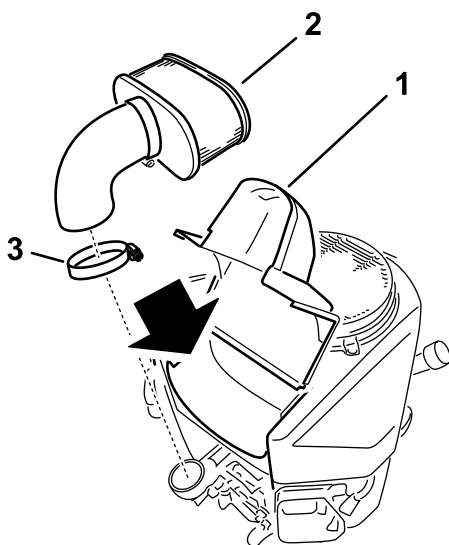

Figure 32
4. Desserrez le collier de flexible et retirez l'élément en papier (Figure 32).